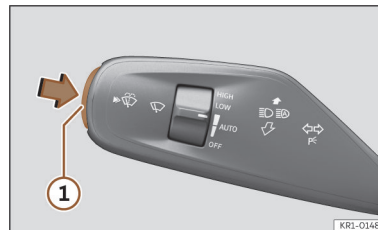

Fig. 183 Manípulo do limpa para-brisas
● Pressione a tecla ① do limpa para-brisas (pressão curta) >>> Fig. 183.